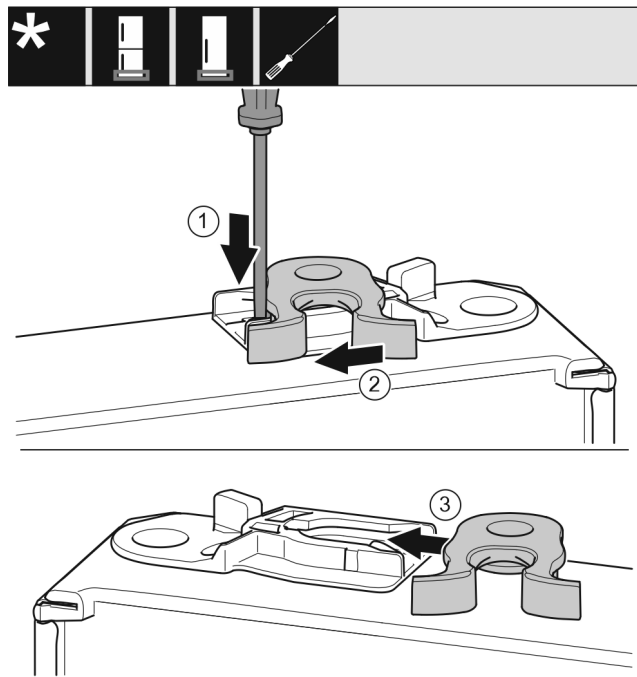

Fig. 26
- Strip Fig. 26 (1) met een platte schroevendraaier omlaag drukken.
- Sluithaak Fig. 26 (2) uit de geleiding trekken.
- Sluithaak Fig. 26 (3) aan andere zijde in geleiding schuiven.